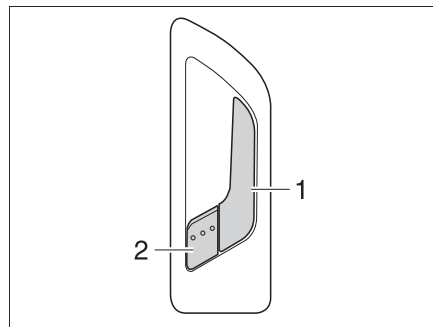

Fig. 41 Cerradura de la puerta de entrada, en el interior
- Tirar del tirador (Fig. 41,1). Se desbloqueó la cerradura de la puerta. La palanca de retención (Fig. 41,2) salta hacia fuera automáticamente.
- Presionar la palanca de retención (Fig. 41,2).